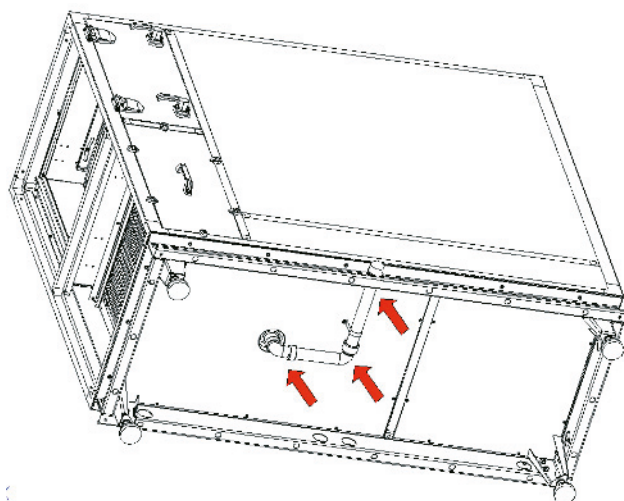

Bild 6
- **Var särskilt noga med att inte utsätta undersidan av luftbehandlingsaggregatet för påfrestningar och inte heller de komponenter som är monterade innanför bottenplattan** (t.ex. dräneringsanslutningar, bild 6).